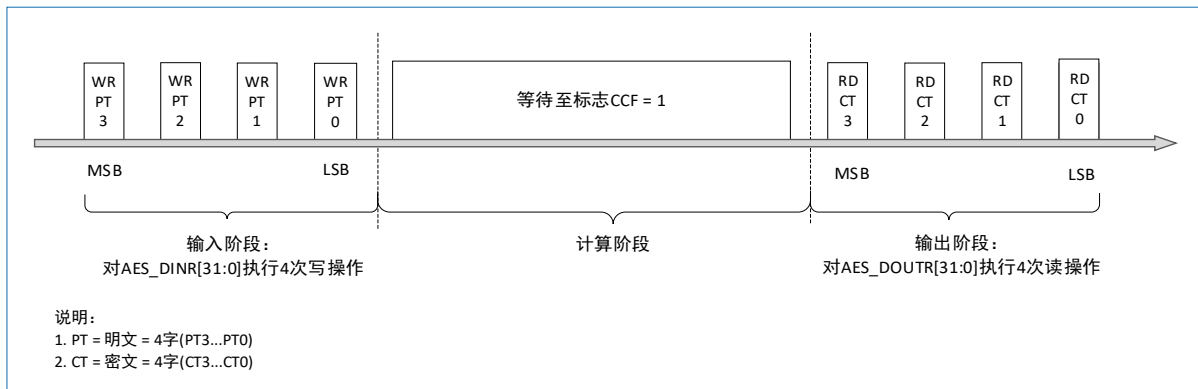

图 31-9 模式 1: 加密
5. 对 AES\_DINR 寄存器执行 4 次写入操作，以输入明文（MSB 优先），如图 31-9 所示。
7. 对 AES\_DOUTR 寄存器执行 4 次读取操作，以获取密文（MSB 优先），如图 31-9 所示。